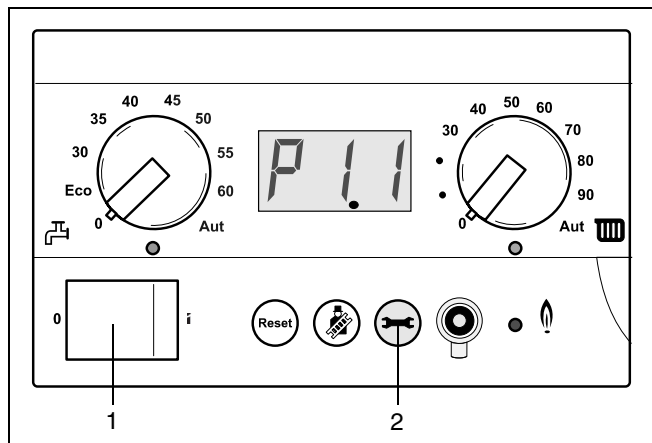

fig. 27 Drukweergave [bar]
- Zet de instelknoppen, cv- en warm tapwater op stand "0" (→ fig. 27).
- Zet de bedrijfsschakelaar op de BC10 in stand "1" (→ fig. 27, [1]).
- Druk de serviceknop (→ fig. 27, [2]) een aantal keren in tot de drukweergave (bijv: P1.1, (→ fig. 27)) wordt weergegeven.